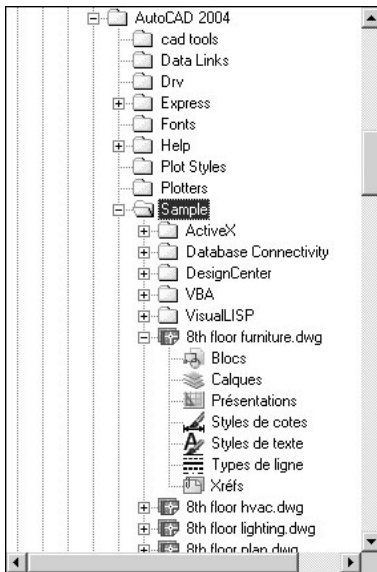

Fig.10.2
- **L'onglet Dossiers** (Folders) : affiche une hiérarchie d'icônes de navigation comprenant (fig.10.2) :